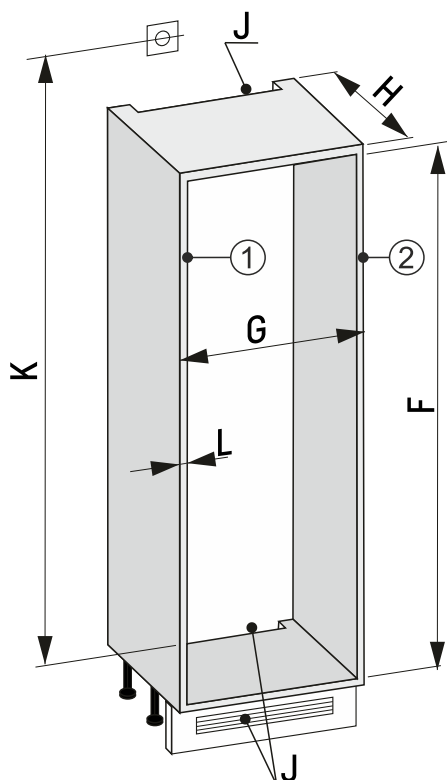

Fig. 86 30"-nisje
- Mål møbelveggtykkelsen Fig. 86 (L).